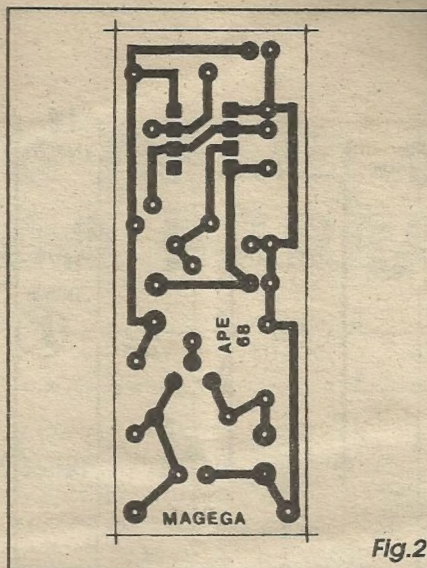

Fig.2
- FIG. 2 - LAY OUT DO CIRCUITO IMPRESSO ESPECÍFICO - Estreita e alongada, a plaquinha de impresso tem dimensões que permitem o aproveitamento de qualquer *retalhinho* de fenolite co-